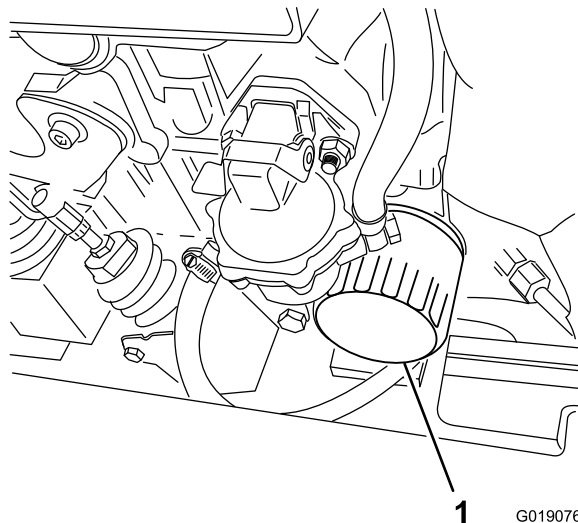

Figura 59
1. Coloque un recipiente poco hondo o un paño debajo del filtro para recoger el aceite (Figura 59).
2. Gire el filtro de aceite en sentido antihorario y retire el filtro de aceite usado (Figura 59).
5. Instale el filtro de aceite nuevo en el adaptador del filtro. Gire el filtro en el sentido de las agujas del reloj hasta que la junta de goma entre en contacto con el adaptador del filtro, luego apriete el filtro media vuelta más (Figura 59).